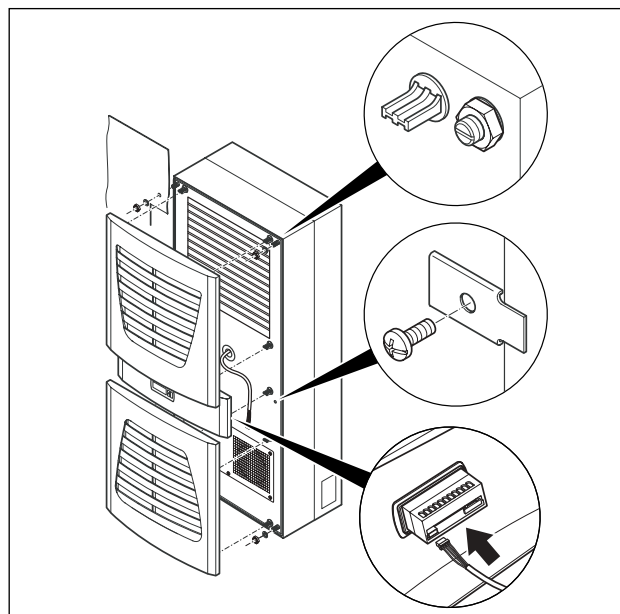

Fig. 17 : Fixer le climatiseur
- Effectuer éventuellement une fixation supplémentaire en utilisant les tôles de fixation jointes à la livraison (voir fig. 17).